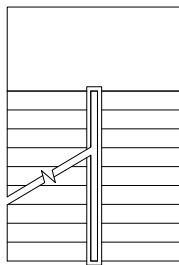

图 8-46 打开箭头引注素材
**01** 按 Ctrl+O 组合键，打开配套光盘提供的“第 8 章/8.4.2 箭头引注.dwg”素材文件，结果如图 8-46 所示。